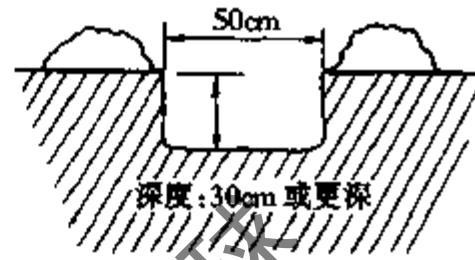

图 3-31 挖坑埋接地棒
(3) 如果不用专用工具来设置接地线,可在埋设接地线以前,先挖一个坑,再埋地线,如图 3-31 所示。